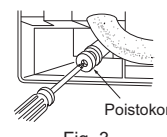

Fig. 3
- 4) Aseta poistokorkki sisäyksikön takana olevaan paikkaan, johon poistoletku kiinnitetään (Fig. 3).